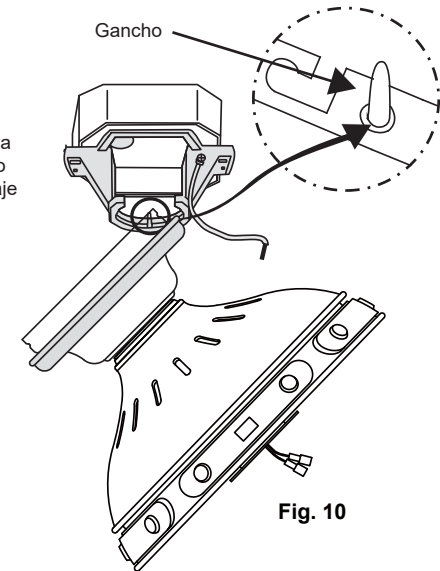

Fig. 10
Paso 2. Empuje la cubierta decorativa del tornillo de montaje hacia abajo y hacia afuera de la cubierta dejando que descansa sobre la carcasa del motor (Fig. 10) y cuelgue el ventilador en el soporte de montaje en el techo insertando el gancho en el borde interior del soporte de montaje en el techo a través de uno de los orificios para tornillos en la cubierta del techo (Fig. 10). Esto le permitirá tener ambas manos libres para realizar las conexiones de cableado.